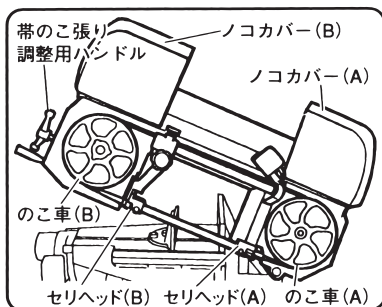

図 20
(1) ノコカバー(A)およびノコカバー(B)を上方に開きます。(図20)
(4) 帯のこ張り調整用ハンドルを反時計方向にまわし、のこ車(B)をのこ車(A)方向に移動させます。(図20, 22)
(5) 帯のこをフレーム上方側よりさし込み、さらにのこ車(A)、のこ車(B)の順にかけてください。(図20)
(11) ノコカバー(A)およびノコカバー(B)を下方に閉じます。(図20)
(12) 電源プラグを電源にさし込みます。
(13) 電源スイッチを入れ、運転スイッチを押して、帯のこが異常なく回転することを確認してください。